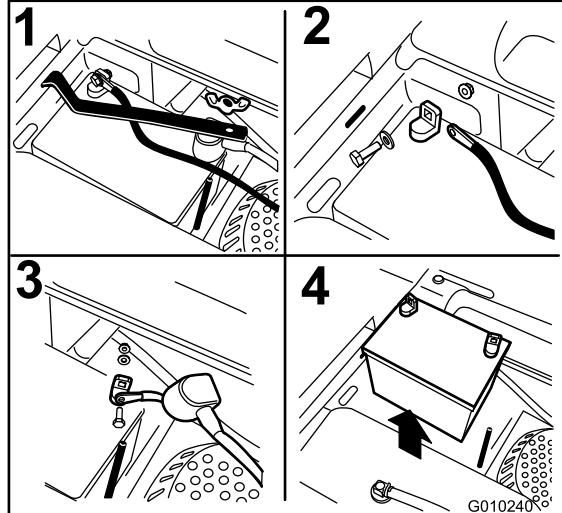

Bild 48
3. Nehmen Sie die Flügelmutter ab, mit denen die Batterieklemme befestigt ist (Bild 48).
4. Klemmen Sie zunächst das Minuskabel (schwarz) vom Minuspol (-) (schwarz) der Batterie ab (Bild 48).
5. Schieben Sie die rote Polkappe vom Pluspol (rot) der Batterie ab, und klemmen Sie das Pluskabel (+) (rot) ab (Bild 48).
6. Nehmen Sie die Klemme ab (Bild 48).
1. Legen Sie die Batterie in den Ständer, sodass die Klemmen auf der anderen Seite des Hydraulikbehälters sind (Bild 48).
- Befestigen Sie die Kabel mit zwei Schrauben, 2 Scheiben und 2 Sicherungsmuttern (Bild 48).
- Setzen Sie die Klemme auf auf und befestigen Sie sie mit der Flügelmutter (Bild 48).